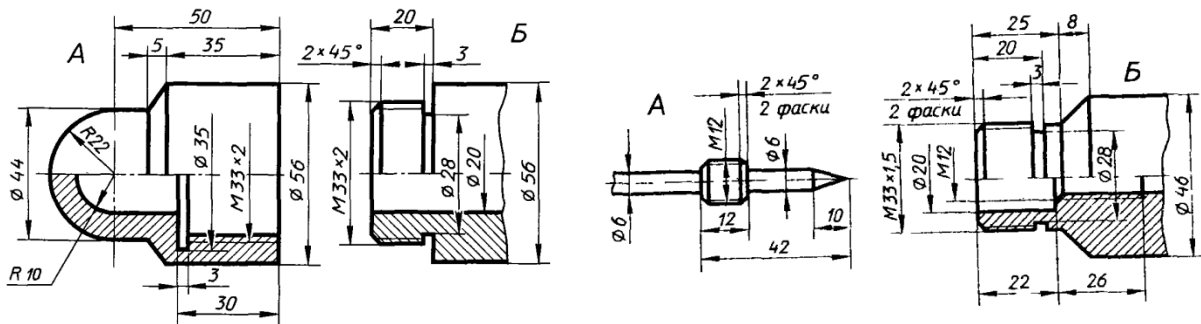

Рисунок 6. Примеры вариантов заданий к листу 4
**Порядок выполнения.** Чертежи выполняют карандашом на листе формата А3. Необходимо нанести размер резьбы, по которой соединяются детали. Пример индивидуальных заданий даны на рис.6. Пример выполнения работы приведен на рис. 7.